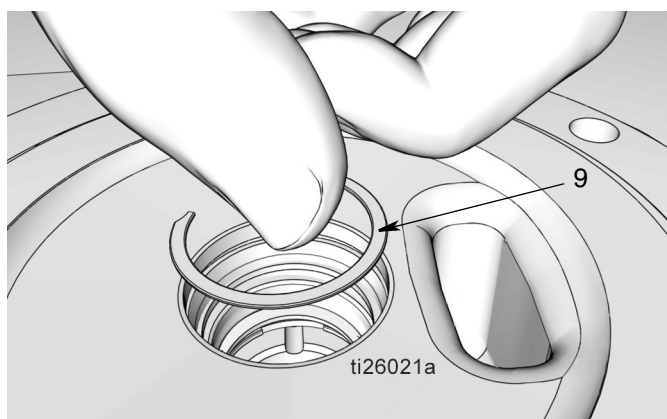

Рис. 41
- j. Установите зажим (9) (Рис. 41). Вы должны услышать “щелчок”, если поддерживающий зажим правильно посажен в пазу.